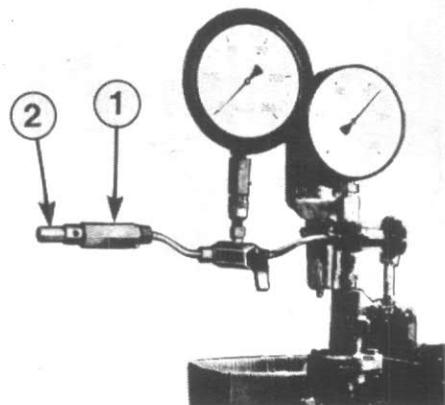

Fig. 28
Déposez le clapet de sécurité (2) et vérifiez sa pression d'ouverture (Fig. 28).